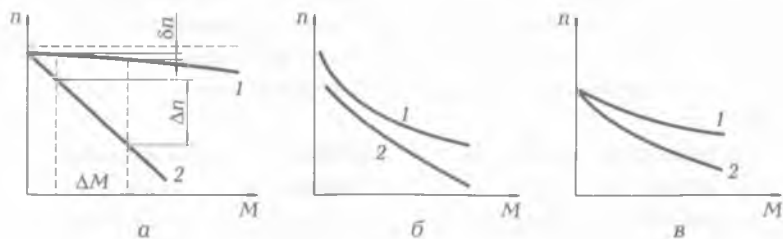

Рис. 7.27. Механические характеристики двигателей постоянного тока с разным возбуждением:
Механические характеристики двигателей с разным возбуждением представлены на рис. 7.27. Кривая 1 на всех рисунках — **естественная характеристика**, а кривая 2 — **искусственная**, полученная при включении добавочного сопротивления в цепь якоря двигателя.
Для **двигателей независимого и параллельного возбуждения** механическая характеристика линейна (см. рис. 7.27, а). При увеличении момента частота вращения уменьшается. Если это снижение скорости незначительно ( $\delta n$ ), то характеристика называется **жесткой** (кривая 1). Чем больше сопротивление в цепи якоря, тем «мягче» характеристика (кривая 2), тем больше изменение частоты вращения ( $\Delta n$ ).
**Двигатель последовательного возбуждения** имеет мягкую механическую характеристику (см. рис. 7.27, б), так как при увели-
Механическая характеристика **двигателя смешанного возбуждения** (см. рис. 7.27, в) занимает среднее положение между характеристиками двигателей параллельного и последовательного возбуждения. Характеристика мягкая, но из-за наличия параллельной обмотки частота вращения на холостом ходу *ограничена*.